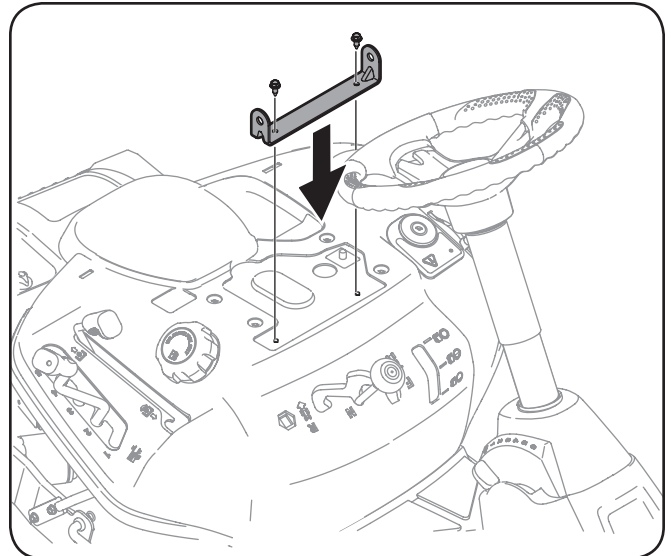

Figura 6
3. Alinee el soporte del asiento en su lugar sobre los orificios de los tornillos autorroscantes que extrajo, como se indica en la Figura 6.
4. Con una llave de trinquete de 1/4 de pulgada y una llave de cubo de 3/8", sujete el soporte del asiento con los tornillos autorroscantes que extrajo en el Paso 2. Vea la figura 6.